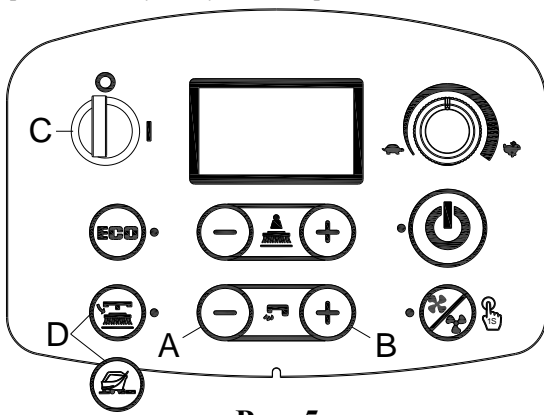
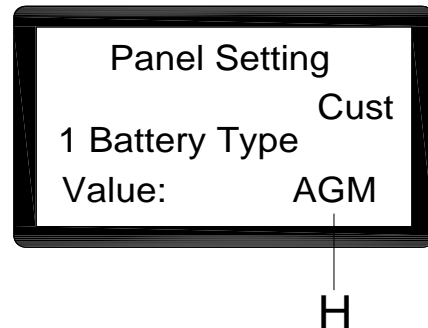

Рис. 5
Рис. 6
1. Нажмите кнопки потока воды «+» (А, Рис. 5) и «-» (В, Рис. 5) одновременно.
2. Вставьте ключ зажигания (С, Рис. 5) и поверните его в положение «I».
3. Через несколько секунд экран перейдет в режим выбора батареи (Рис. 6)
4. Нажмите кнопки потока воды «-» (А, Рис. 5) и «+» (В, Рис. 5) для выбора режима батарей (Н, Рис. 6)
5. Нажмите кнопку отпускания для версии диска или кнопку подготовки поля для орбитальной версии (D, рис. 5), Через 3 секунды отобразится сообщение «Update OK» (Обновление выполнено), что означает, что настройка установлена успешно. Включите машину для повторного запуска. (С, Рис. 5)